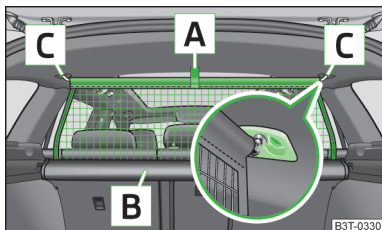
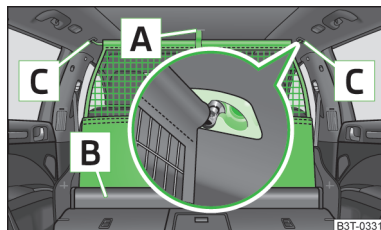

Fig. 103
Fig. 104
- Asigurați-vă că bara transversală este introdusă în locașurile [C] » fig. 103 la pagina 95, respectiv » fig. 104 la pagina 95 în poziția cea mai din față!
- Trageți peretele despărțitor din plasă de chinga **A** » fig. 103 în direcția prinderilor **C**.
- Trageți puțin în spate bara transversală, mai întâi pe o parte, apoi pe partea cealaltă, și scoateți-o din prinderile **C** » fig. 103.
- Trageți peretele despărțitor din plasă de chinga **A** » fig. 104.
- Trageți puțin în spate bara transversală, mai întâi pe o parte, apoi pe partea cealaltă, și scoateți-o din prinderile **C** » fig. 104.